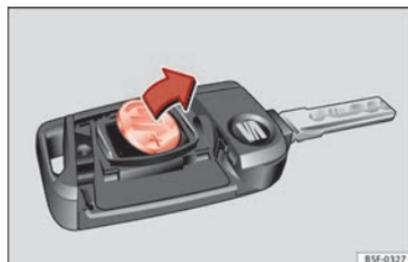

Fig. 134 Chiave del veicolo: estrarre la batteria.
- Estrarre la batteria dal vano con un oggetto fino adatto » fig. 134.
- Collocare la nuova batteria come illustrato » fig. 134 e inserirla nel vano batteria nella direzione contraria a quella indicata dalla freccia » ❷.